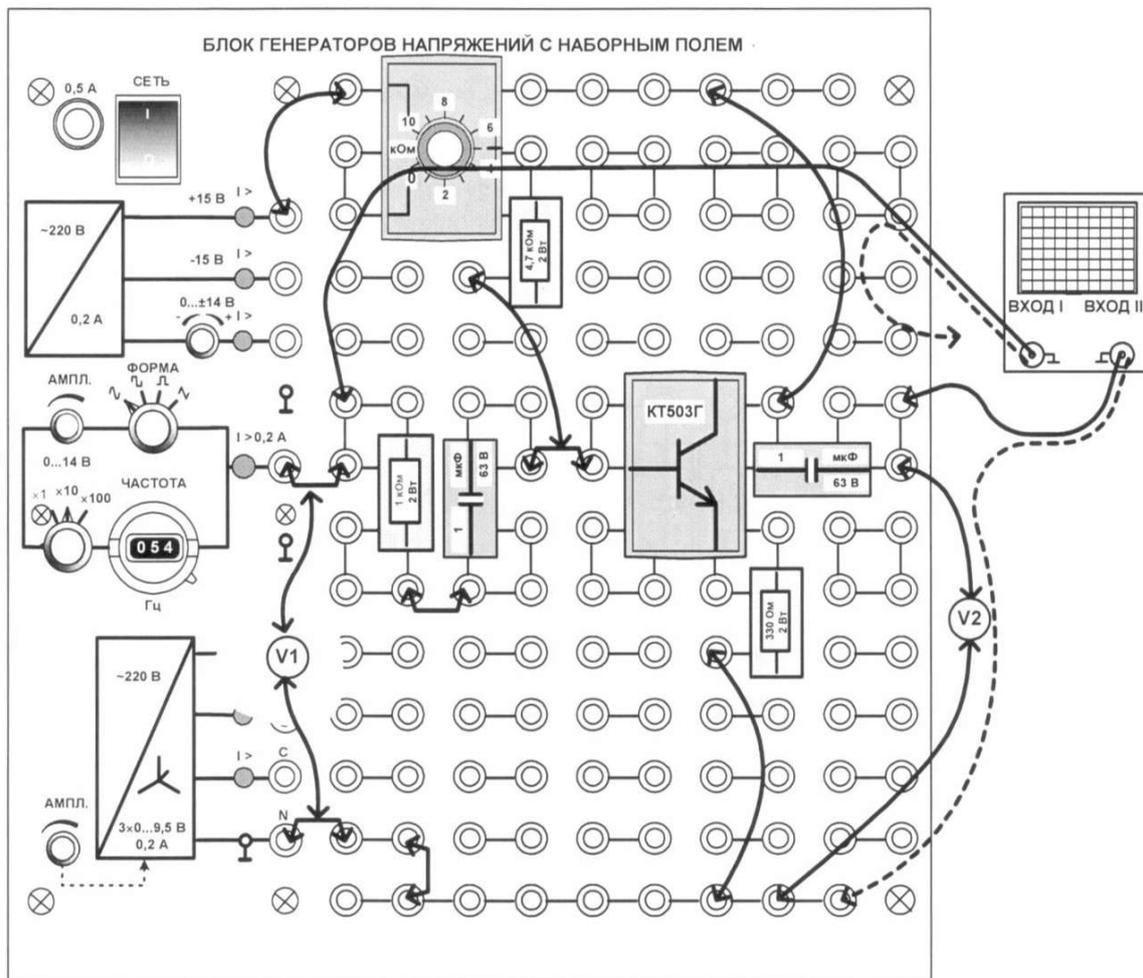

Рис. 5.3. Монтажная схема УК с ОК
1. Соберите схему усилительного каскада с ОК (рис. 5.3).